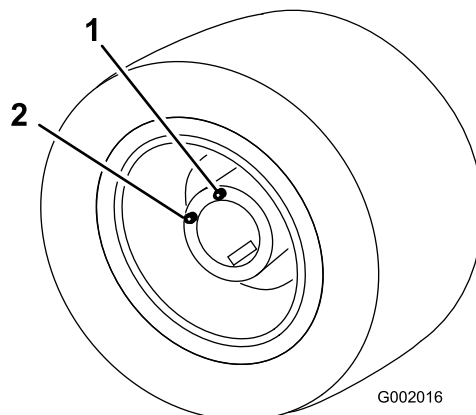

図 50
5. 今度は点検/ドレンプラグが 図 50 の位置（補給位置）にくるように駐車する。